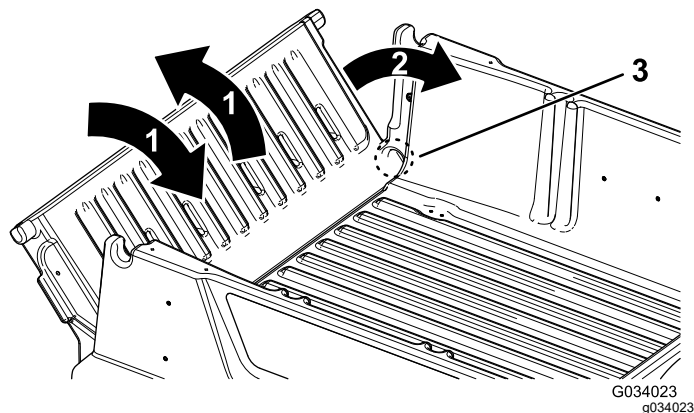

図 24
2. テールゲートを 45°程度の角度にする 図 24。
3. この位置から、テールゲートを小刻みに前後に振るように数回往復させる 図 24。